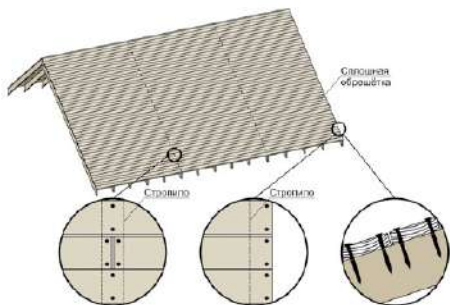

Рис. 7. Укладка сплошного основания из шпунтованной или обрезной доски.
- 3.2.3 **Внимание!** Фрагменты годовых колец должны быть ориентированы выпуклостями вниз (рис. 7).
3.2.6 Крепёж досок – тип 2 (таблица №1). Доска должна фиксироваться в каждое стропило в 2 местах фиксации (рис. 7).
3.2.7 Вертикальный стык досок должен обязательно приходиться на стропило и иметь разбежку через каждый ряд (рис. 7).